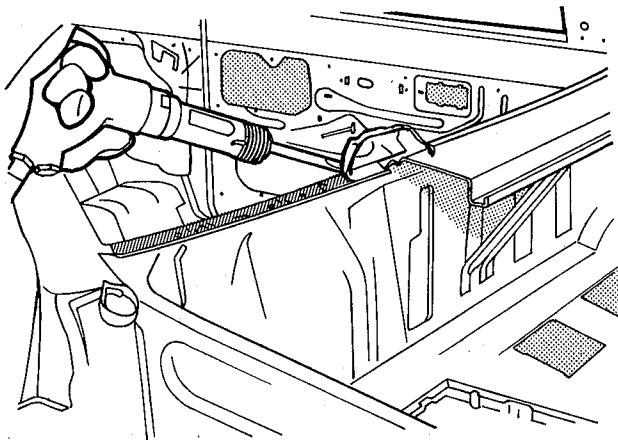

fig. 104
4. Remover o material remanescente do quadro do pára-brisa e da saia do pára-lama, com uma talhadeira pneumática (fig. 104)